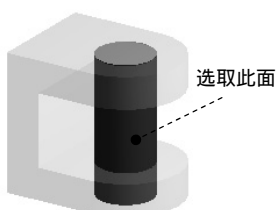

图 7.6.42 定义接触面
(1) 定义接触面。在 **Scope** 区域中单击以激活 **Contact** 后的文本框, 选取图 7.6.42 所示的圆柱面为接触面, 单击 **Apply** 按钮。